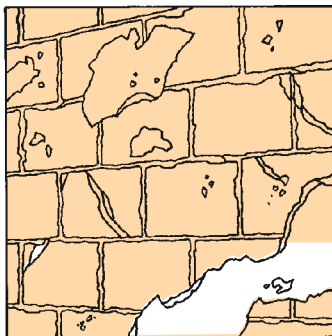

fig. 1.1.2
- Vecchie murature da risanare con presenza di pitture esistenti (fig. 1.1.2).